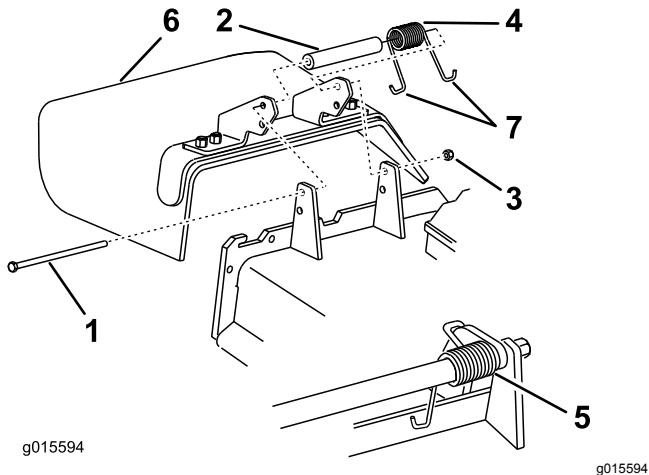

Figura 87
1. Retire la contratuerca, el perno, el muelle y el espaciador que sujetan el deflector a los soportes de pivoté (Figura 87).
Nota: Asegúrese de colocar un extremo con gancho en J del muelle detrás del reborde de la carcasa antes de instalar el perno, según se muestra en Figura 87.
6. Coloque 1 extremo en J del muelle alrededor del deflector de hierba (Figura 87).